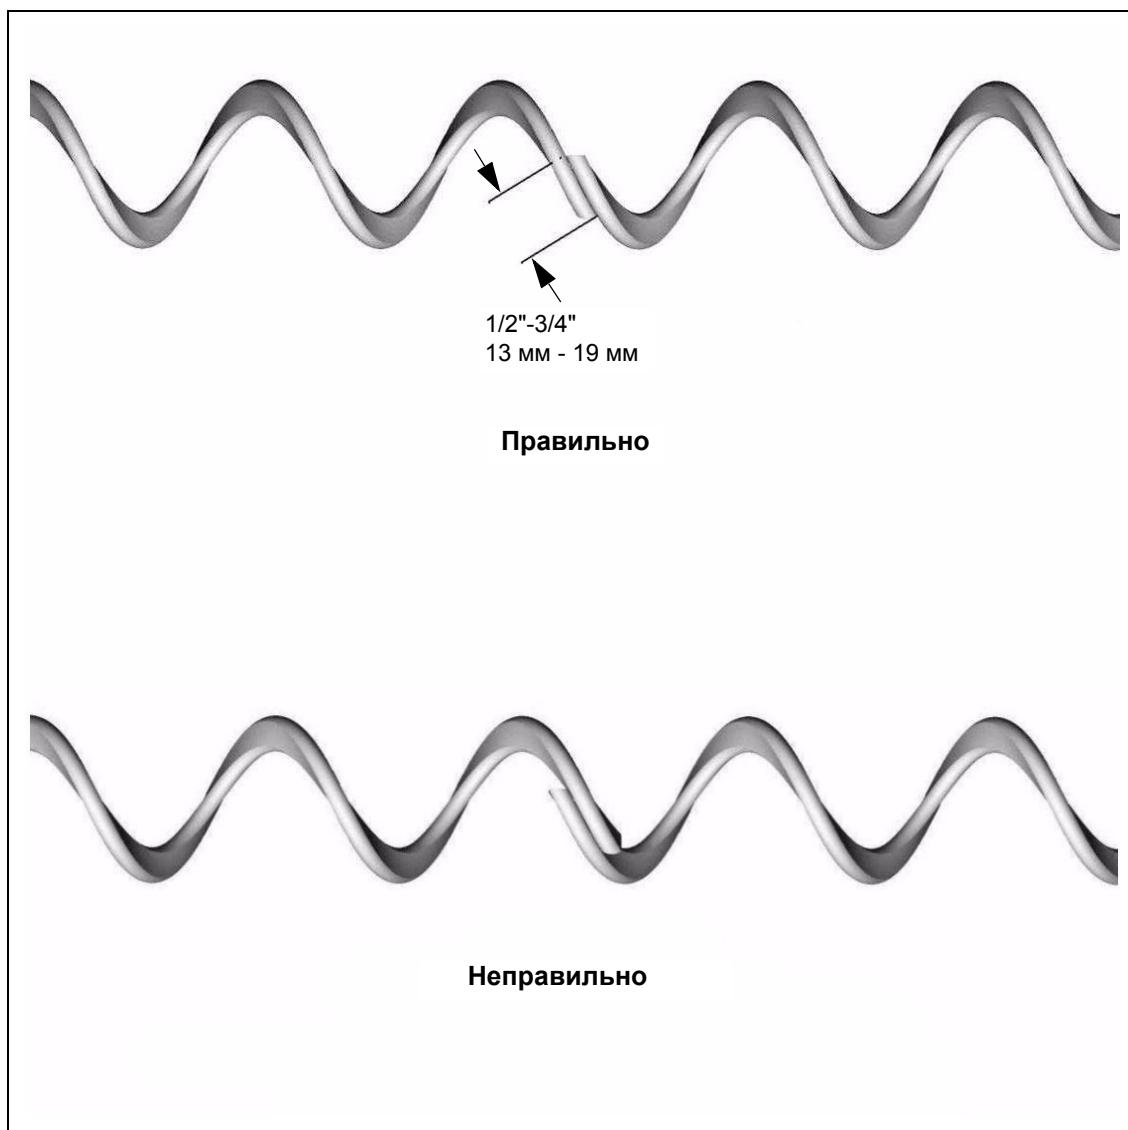

Рисунок 5F
9. При необходимости, шнек можно удлинить или отремонтировать пайкой двух (2) секций шнека вместе. Длина привариваемых поверхностей должна составлять 1/2" - 3/4" (13 мм - 19 мм), а концы шнека должны быть заправлены и очищены. Для предотвращения деформации шнека используйте бронзовый прут со шлакообразующим покрытием и работайте при невысокой температуре. Закрепите шнек хомутом на скосе или V-образном пазе для выравнивания секций шнека. Регулировку шнека см. в Рисунок 5F.